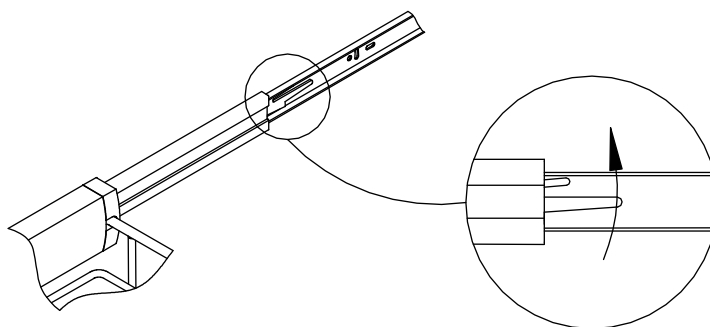

Рис. 4
- освободить защелки безопасности путем нажатия рычага (Рис. 4) (в правой части корзины нажмите на рычаг, в левой части ящика потянуть рычаг вверх),
- с помощью винтов 4,0x12 мм прикрутить два шага в соответствии с размерами, указанными на Рис. 4.